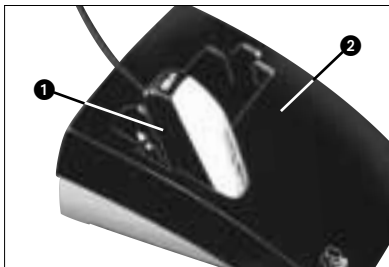

Fig. 3 : Recharge de l'accu à l'aide du chargeur optionnel CU 40
Voir Fig. 3:
Pour recharger l'accu il suffit d'introduire l'émetteur (1) dans le chargeur optionnel CU 40 (2) comme indiqué à la Fig. 3.